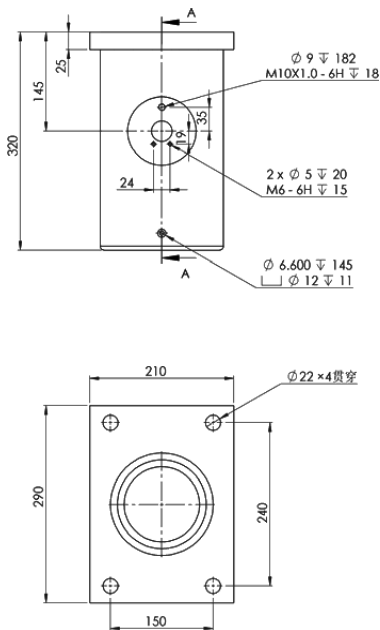

图 7-95 添加孔标注
STEP 1 打开本书提供的素材文件“旋锁壳体 SC.SLDDRW”工程图，单击“注释”工具栏中的“孔标注”按钮，分别选择如图 7-95 所示位置的孔，并向外拖动，创建孔标注。